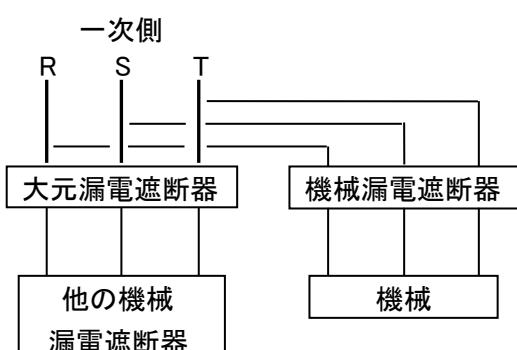

図 6-1
- 機械専用に電気工事を行う場合には図 6-1 の要領で行ってください。